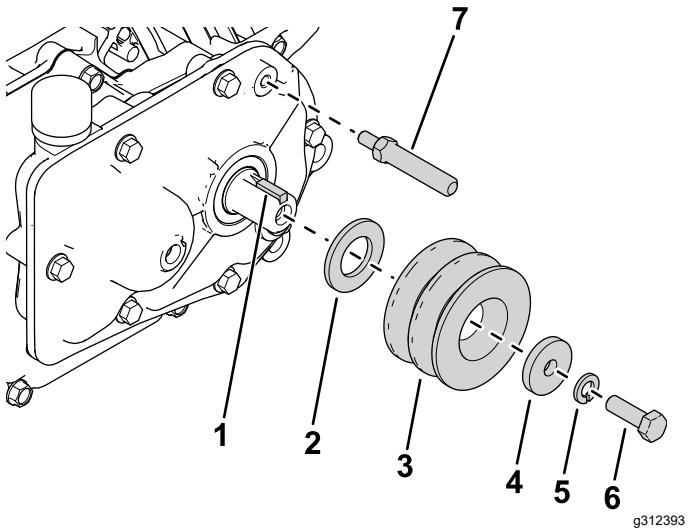

Figura 2
- Instale la chaveta cuadrada en el árbol de salida (Figura 2).
3. Instale la arandela nueva (M20), la polea motriz, la arandela (5/16"), la arandela de freno y el perno (5/16 x 1"), como se muestra en la Figura 2.
4. Instale el eje de pivot de la tracción en la caja de engranajes (Figura 2).